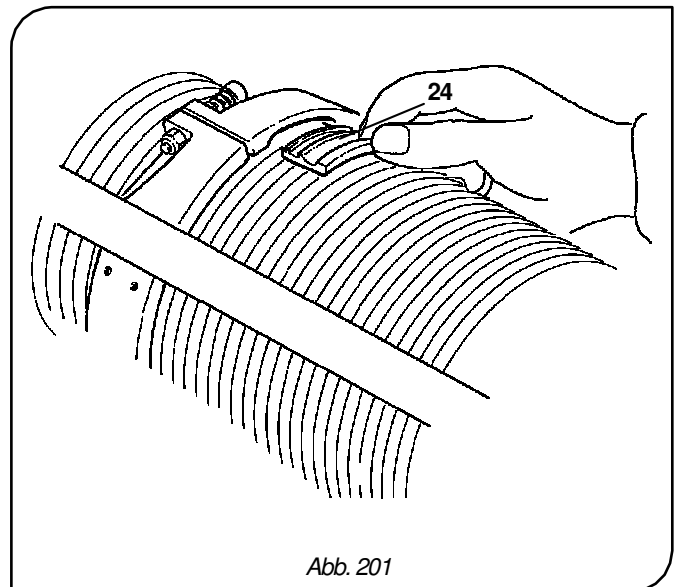

Abb. 201
8. Führen Sie Abschnitt für Abschnitt die Seilführungsschuhe **-24-** in die dafür vorgesehenen seitlichen Öffnungen am Halbring und stellen Sie sicher, dass sie korrekt laufen (Abb. 201).
9. Führen Sie Abschnitt für Abschnitt die Seilführungsschuhe **-24-** in die dafür vorgesehenen seitlichen Öffnungen am Halbring und stellen Sie sicher, dass sie korrekt laufen (Abb. 201).